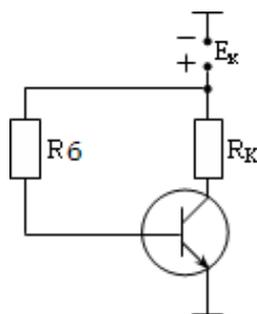

Рис. 3
2. В соответствии с табл. 2.2 для схемы, изображенной на рис. 3, выполнить следующее:
2) при изображении схемы (рис. 3) необходимо обратить внимание на тип БТ (n-p-n или p-n-p).